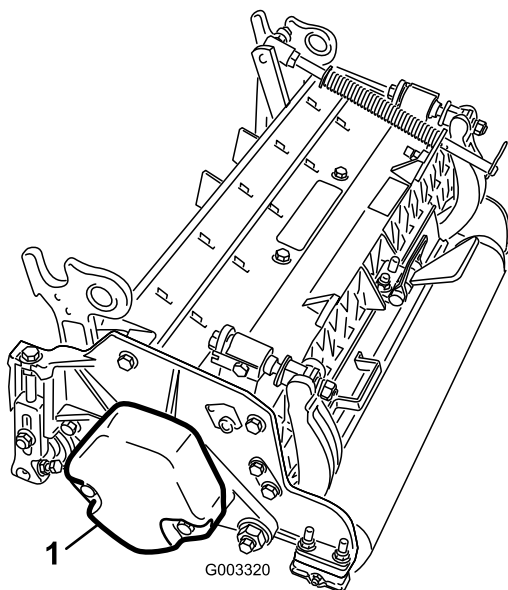

Bild 5
3. Stellen Sie sicher, dass das Gegengewicht (Bild 5) am richtigen Ende des Mähwerks montiert ist, wie in der *Bedienungsanleitung* des Mähwerks beschrieben.